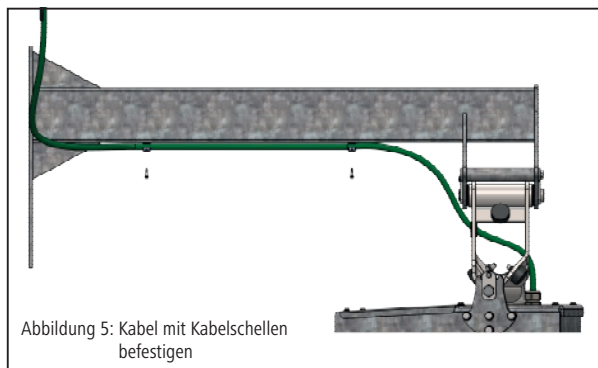

Abbildung 5: Kabel mit Kabelschellen befestigen
8. Die Befestigungsschraube M14 mit Sicherungsblech (Abb. 4 – Pos. 11), Schraube (Abb. 4 – Pos. 11), Unterlegscheibe (Abb. 4 – Pos. 12) und selbstsichernder Mutter (Abb. 4 – Pos. 13) gegen Lösen sichern. Motorkabel am Hängearm mit Schellen und selbstschneidenden Schrauben befestigen (Abb. 5).